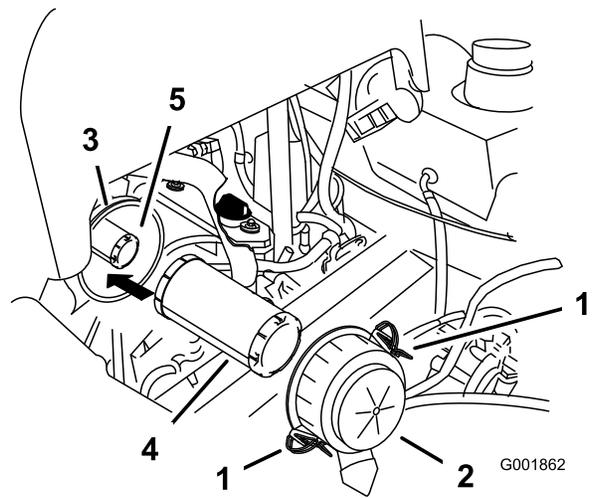

Figure 44
1. Ne nettoyez pas l'élément – remplacez-le (Figure 44).